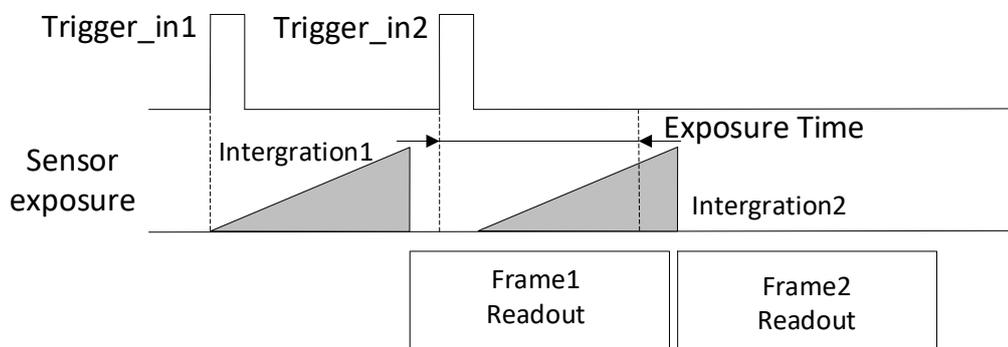

图4-20 第2帧曝光移动处理时序
- 若第2个触发信号第1帧图像的曝光结束时间早于相机当前第1个触发信号最后1帧出图时间，则相机内部会做处理，将第2个触发信号第1帧图像的曝光开始时间推迟，确保第2个触发信号第1帧图像的曝光结束时间不早于第1个触发信号最后1帧的出图时间，如图4-20所示。